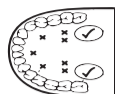

Figura 2
- a. **Uso orale:** Inserire il dispositivo sotto la lingua, come indicato dalla posizione "V" nella posizione mostrata nella Figura 2. Chiudere la bocca e respirare regolarmente attraverso il naso per evitare che l'aria inspirata/espirta influenzi la misurazione.